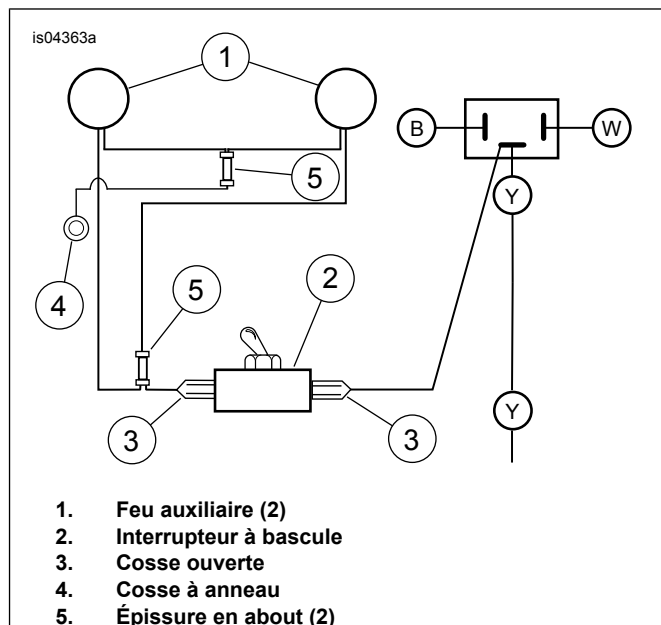

Figure 3. Schéma de câblage
- Consultez Figure 3 . Acheminez les fils gris/noirs (alimentation) et les fils noirs (masse) des feux auxiliaires (1) vers le bas du panneau de fourche avant jusqu'à un emplacement près de l'interrupteur. Couvrir les fils de chaque feu avec un conduit en vinyle (24). Sertir les deux fils gris/noirs dans une extrémité d'une épissure en about. Utilisez une petite section du câble métallique (23) et sertissez-la dans l'extrémité de l'épissure en about. Sertir l'extrémité finale dans la cosse ouverte (22).
- Fixez le connecteur (3) à la borne la plus proche sur l'interrupteur à bascule (2).
2. Consultez Figure 3 . Insérez deux fils de masse dénudés dans le connecteur d'épissure en about (5).
3. Insérez l'extrémité du fil de masse avec l'anneau (4) à l'extrémité opposée de l'épissure en about (5).